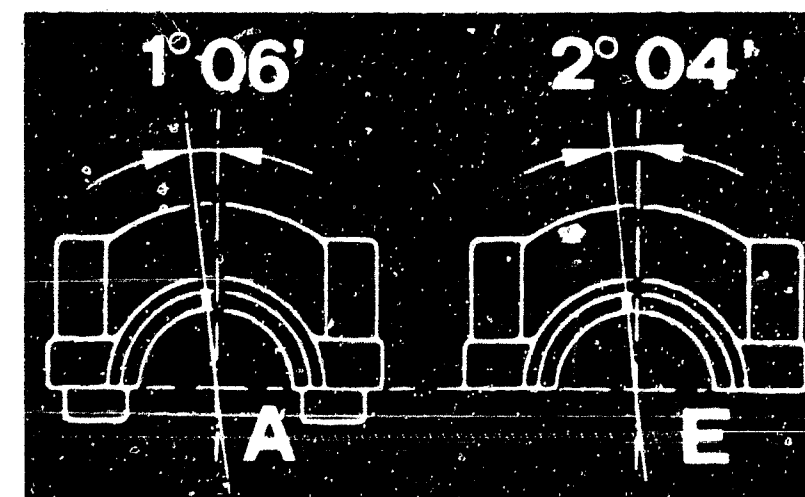

Bild 8 Markierungen an den Lagerdeckeln der Nockenwellen, von der Schwungradseite aus gesehen. A = Auslass-, E = Einlassnockenwelle.
Die Nockenwellen sind direkt im Zylinderkopf gelagert und betätigen die Ventile über Tassenstössel. Beim Einbau der Nockenwellen ist darauf zu achten, dass die Lager gleichmässig angezogen werden und die Markierungen auf dem vorderen Lagerdeckel stimmen (Bild 8).
Nocken (4) der Nockenwellen (3) zeigen nach aussen. Die Markierungen müssen mit derjenigen auf dem Lagerdeckel 5 übereinstimmen (Bild 8).